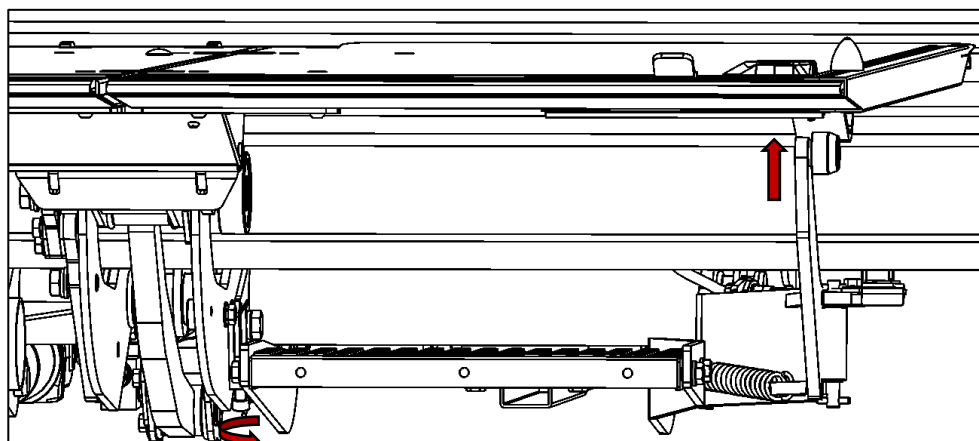

Abbildung 87
- Bei Linksdrehung der Stellschraube (Pos. 1) wird der Stützarm (Pos. 4) abgesenkt (siehe Abbildung 87).